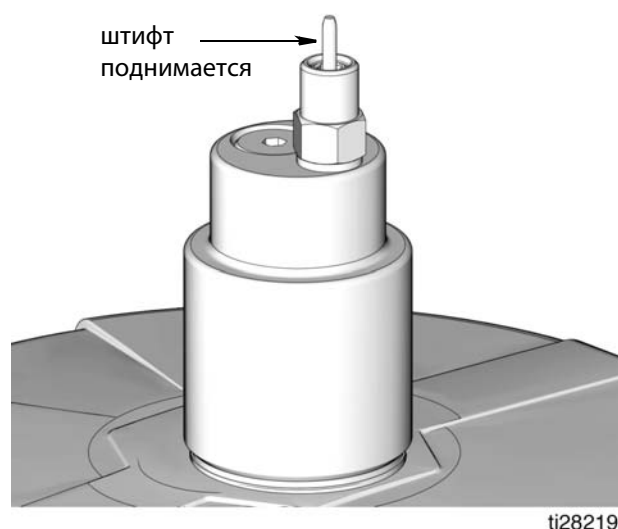

Рис. 27
2. Подсоедините шланг подачи (J) к быстроразъемному соединителю (V).
3. Включите насос станции дистанционного заполнения (F) и заполните резервуар насоса G3 (D) так, чтобы указательный штифт на автоматическом запорном устройстве для заполнения выдвинулся вверх, как показано на Рис. 27. Давление в наполнительном насосе (F) поднимется, и он перейдет в состояние срыва подачи.